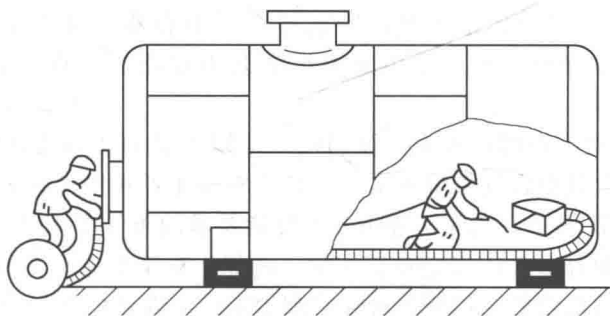

图 1-3 容器内焊接
④ 乙炔瓶、氧气瓶、弧焊机等焊接设备器具应尽量留在地面上。
⑤ 雨天、雪天、雾天或刮大风（六级以上）时，禁止高空作业。
① 夏季在露天工作时，必须有防风雨棚或临时凉棚。
② 露天作业时应注意风向，不要让吹散的铁水及焊渣伤人。
③ 雨天、雪天或雾天时，不允许露天作业。
④ 夏天露天气焊和气割时，应防止氧气瓶和乙炔瓶直接受烈日暴晒，以免气体膨胀发生爆炸。冬天如遇瓶阀或减压器冻结时，应用热水解冻，严禁火烤。
① 进入容器内部前，先要弄清容器内部的情况。
② 把该容器和外界联系的部分，都要进行隔离和切断，如电源和附带在设备上的水管、料管、蒸汽管、压力管等均要切断并挂牌。如容器内有污染物，应进行清洗并经检查确认无危险后，才能进入内部焊接。
③ 进入容器内部焊割要实行监护制，派专人进行监护。监护人不能随便离开现场，并与容器内部的人员经常取得联系，如图 1-3 所示。